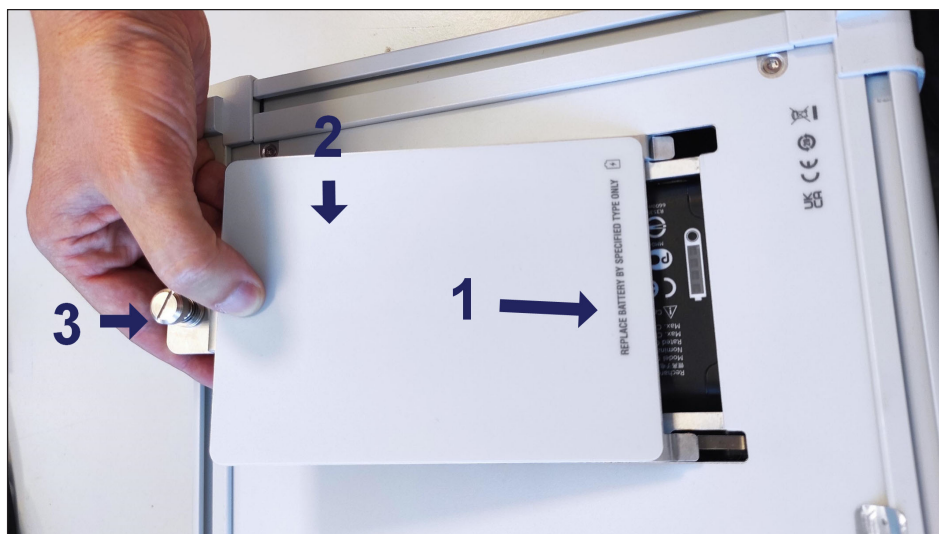

図3.12 バッテリーパック蓋を閉じる
- ▶ 蓋を底部までスライドさせて挿入し直し(図3.12の1), 所定の位置まで押し下げ(図3.12の2番),そしてロックピン(図3.12の3番)を締めて固定します。